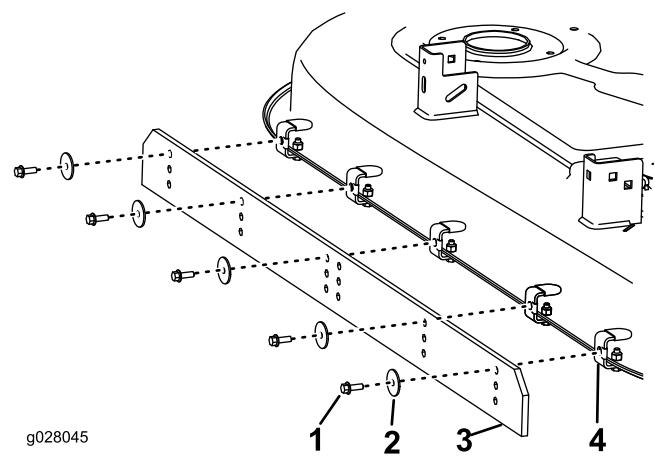

Figura 3
- Montate il parasabbia sulle staffe (Figura 3).